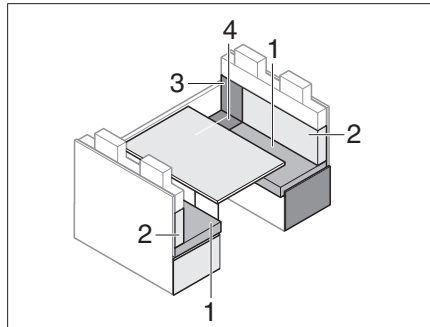

Bild 195 Före ombyggnaden
- Ta bort ryggdynan (Bild 195,2) och lägg den åt sidan.